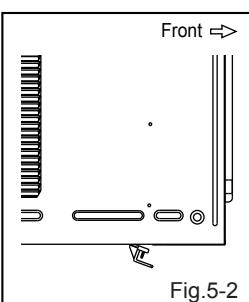

Fig.5-2
- Alinee ambas clavijas en las áreas ranuradas debajo del gabinete.(Fig.5-2, Fig.5-3)